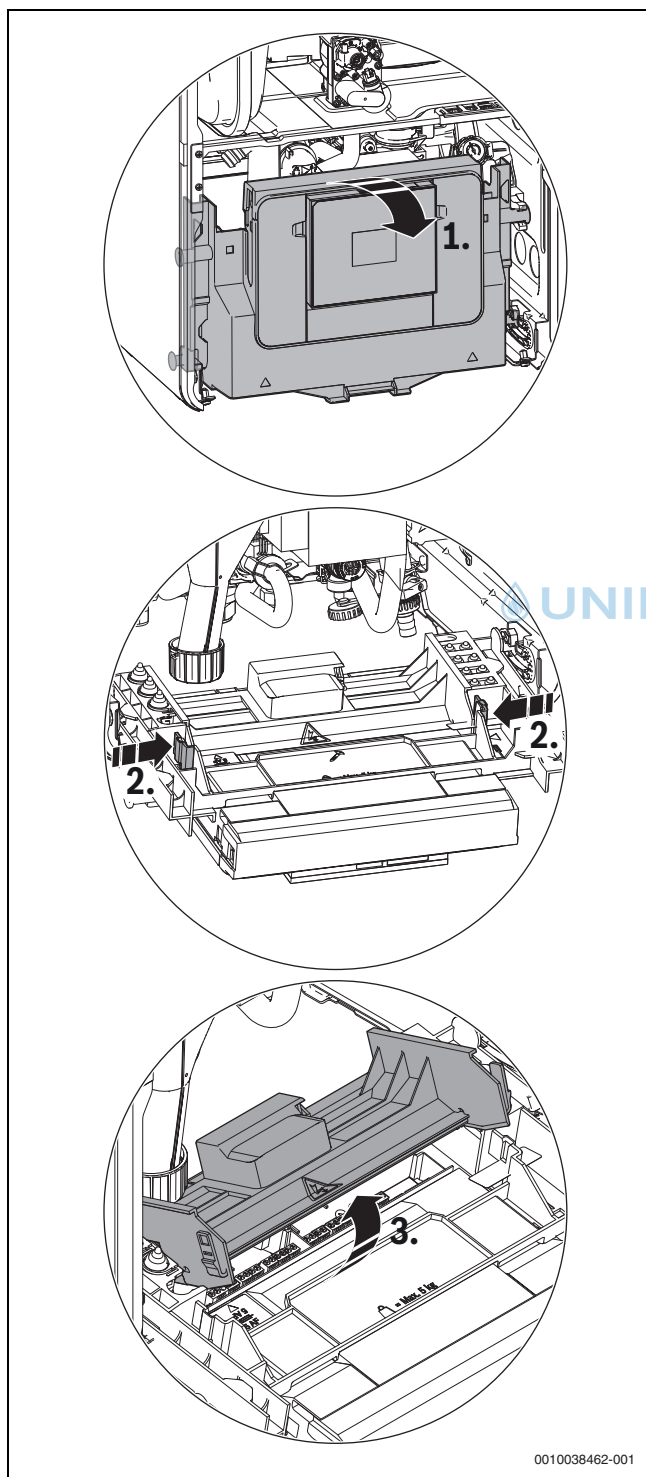

Bild 24 Abdeckung aufklappen
- ▶ Steuergerät nach unten klappen (→ Bild 24).